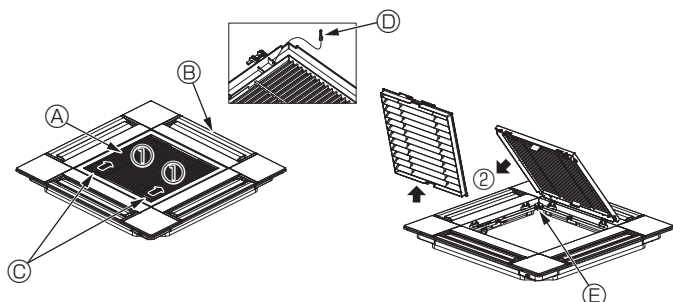

Fig. 10-3
10.3.1. Dépose de la grille d'admission (Fig. 10-3)
- Pour ouvrir la grille d'admission, faites glisser les leviers dans le sens indiqué par la flèche ①.
- Lorsque la grille se trouve en position "ouverte", retirez la charnière de la grille d'admission dans le sens indiqué par la flèche ②.